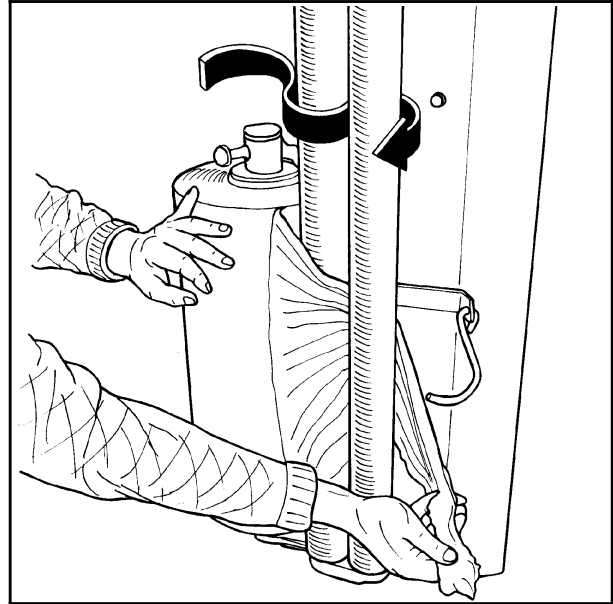

Fig. 6-2
- 6.3 Tre platen mellom rullene på forstrekkeren etter pilens retning. (Se fig. 6-2). (Se også skilt som er påsatt sveivarmen).